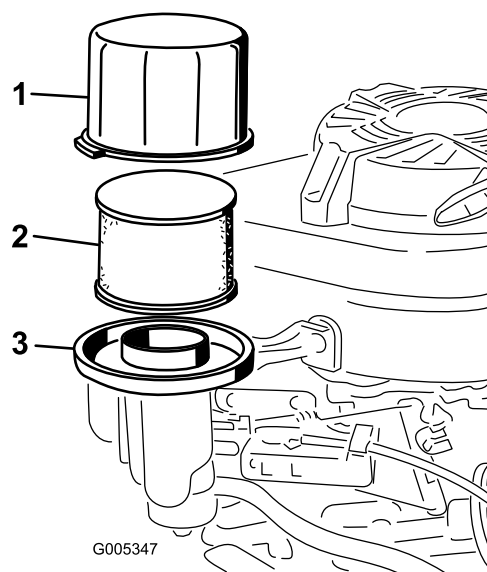

Figura 23
2. Scoateți capacul i curăați-l bine (Figura 23).
3. Îndepărtați i prefiltrul din spumă i filtrul de aer din hârtie de pe baza filtrului de aer (Figura 23).